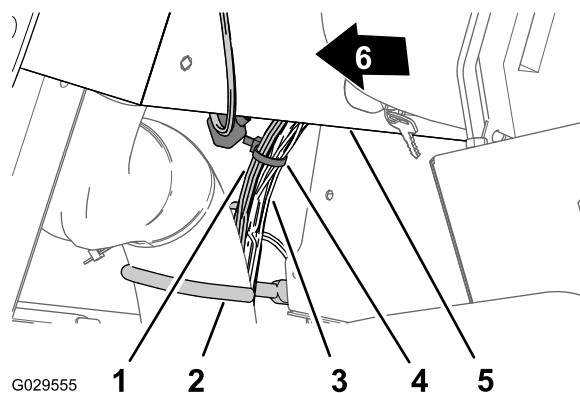

Figure 199
5. À côté du crochet de câble et de flexible, attachez la branche tableau de bord de 240 cm au faisceau de la machine avec un attache-câble (Figure 199).